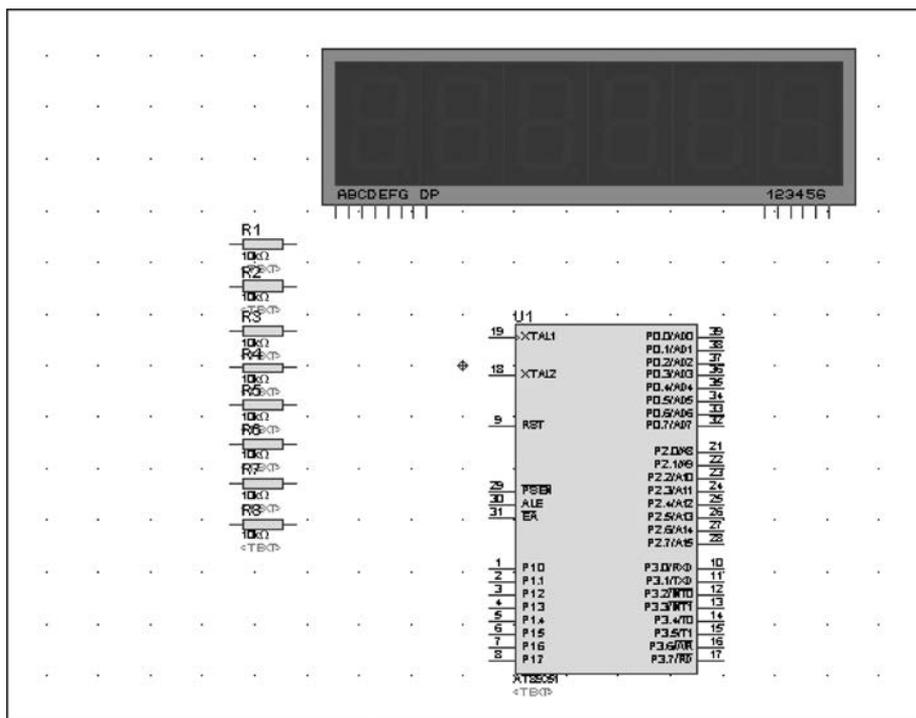

图 3.36 布局之后的电路原理图
(3) 电路原理图布局。电路原理图布局常常是通过移动元件实现的。在电路原理图中,如果某个元件的位置不合适,可以移动该元件。将光标移到元件上,右击,选中该元件。拖动鼠标,将元件移至新位置后,松开鼠标,即完成移动操作。布局之后的电路原理图如图 3.36 所示。
(4) 绘制总线。单击对象选择工具栏中的“总线”按钮 **+**,使之处于选中状态;将光标移到电路原理图设计区,单击,确定总线的起始位置;沿着总线的路径移动鼠标,电路原理